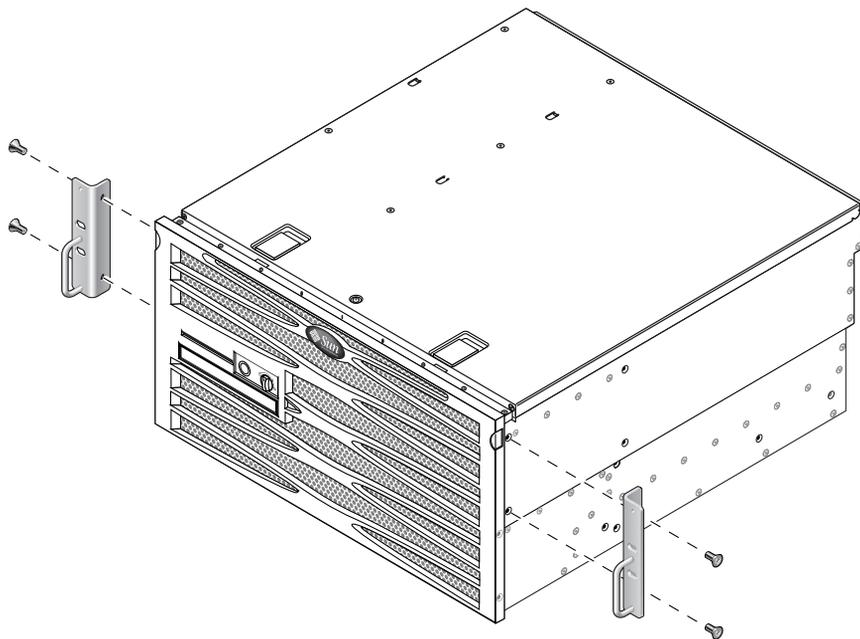

FIGURA 3-7 Fijación del soporte de montaje fijo al servidor
2. Mediante cuatro de los tornillos Phillips de cabeza plana M5 × 8 mm (dos tornillos por cada soporte), fije los soportes de montaje fijo a los lados del servidor (FIGURA 3-7).